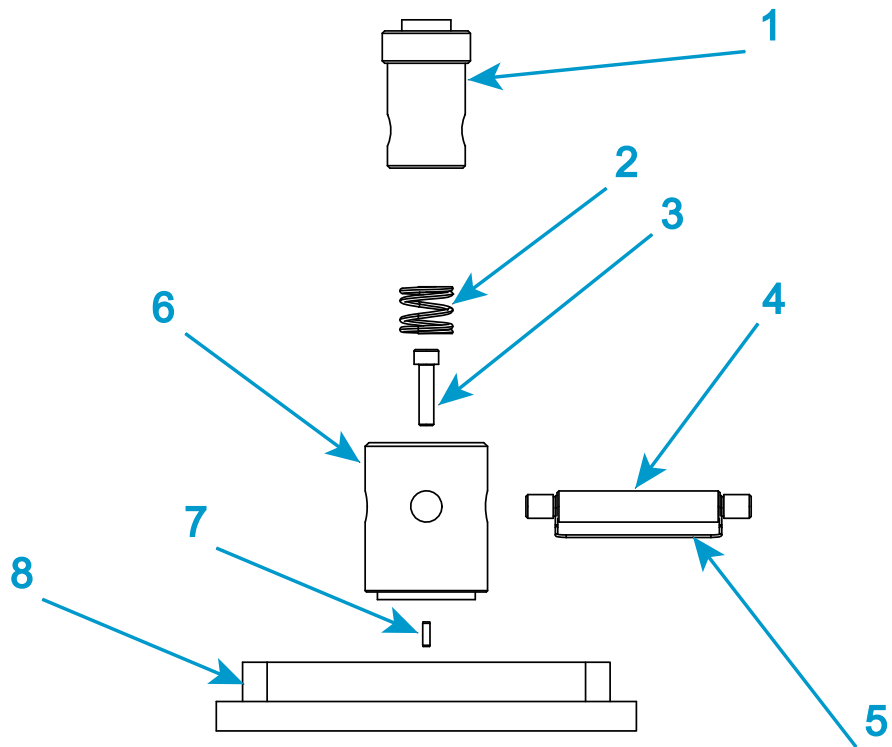

Figure 19. Adaptateur de socle Type D
Légende pour Figure 19
1. Une seule goupille anti-rotation est visible dans la Figure 19 parce que la deuxième goupille est alignée directement derrière elle.